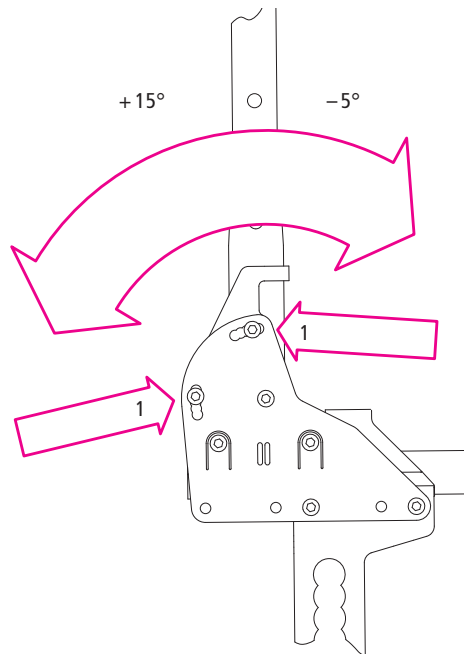

Abb.45
1. Lösen Sie die beiden Schrauben (1, Abb. 45) und entnehmen Sie sie komplett.